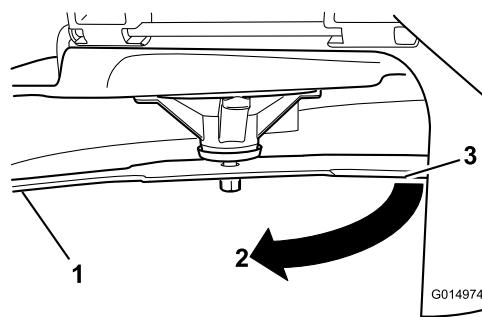

Figura 65
3. Distancia medida entre la cuchilla y la superficie (A)
4. Gire la misma cuchilla 180grados de manera que el otro extremo esté en la misma posición (Figura 65).